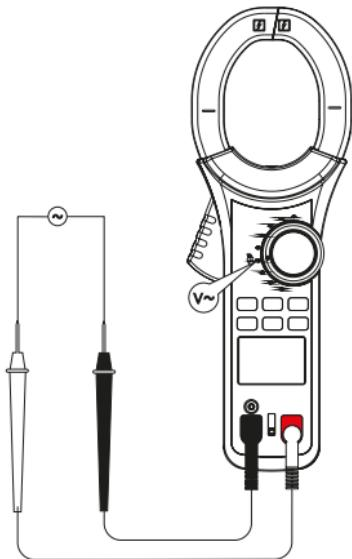

Рис. 4 Измерение напряжения переменного тока
## 7.2 Измерение напряжения переменного тока (рис.4)
- Подключите щупы параллельно к тестируемой цепи или нагрузке (см. рис. 4).